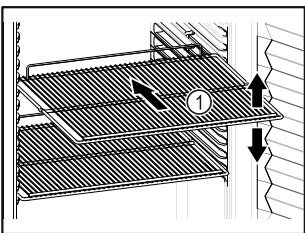

Fig. 40 Representación a modo de ejemplo
- ❑ Si los estantes Fig. 40 (1) se pueden mover, ajustarlos según la altura.